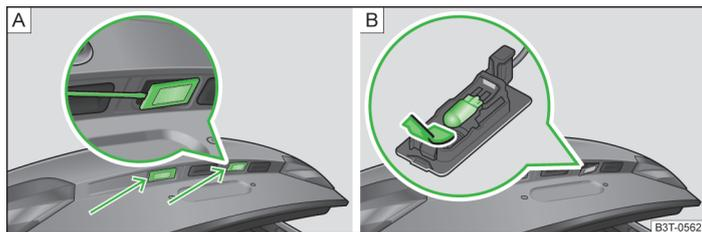

Abb. 207 Kennzeichenleuchte ausbauen / Glühlampe wechseln
- Abb. 207 - **A** einsetzen, leicht eindrücken und die Feder entriegeln.
- Die defekte Glühlampe aus dem Halter in Pfeilrichtung herausziehen » Abb. 207 - **B**.